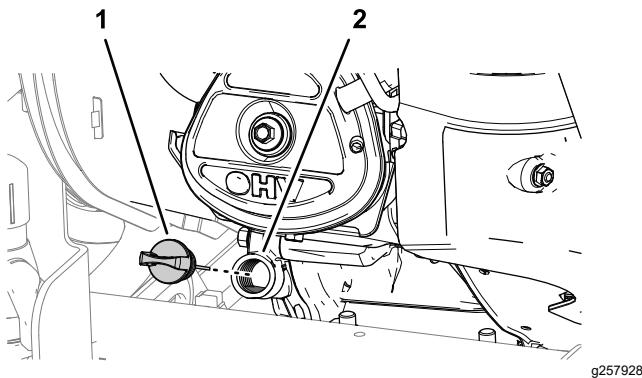

Figure 64
- Dévissez la jauge sur le moteur et essuyez-la sur un chiffon propre (Figure 64).
- 8. Serrez la jauge à la main dans le goulot de remplissage (Figure 64).